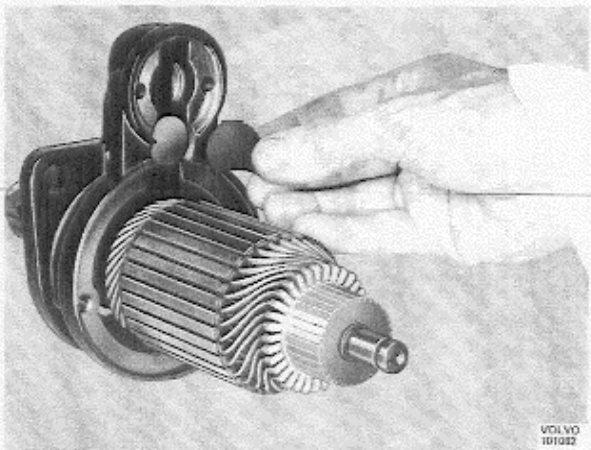

Abb. 3-11 Ausbau der Dichtungsscheiben
9. Gummischeibe und Blechscheibe aus dem Anschlußflansch für den Magnetschalter am Antriebslagerdeckel entfernen, siehe Abb. 3-11.